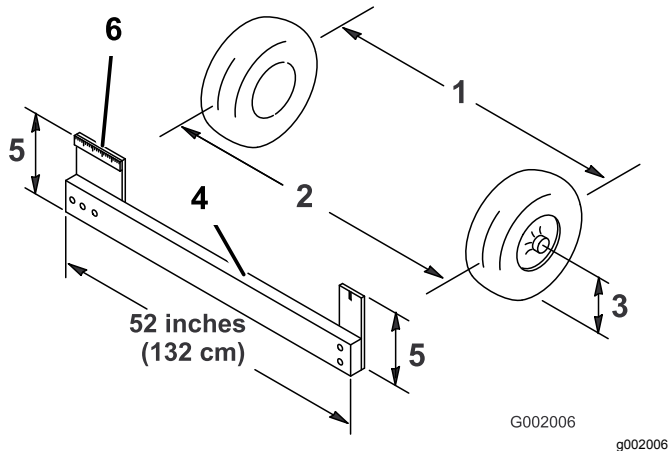

Bild 45
4. Messen Sie den Abstand zwischen beiden Vorderreifen auf Achshöhe (an der Vorder- und Rückseite der Vorderreifen) (Bild 45).
der Vorderreifen auf Achshöhe genau zu messen (Bild 45).